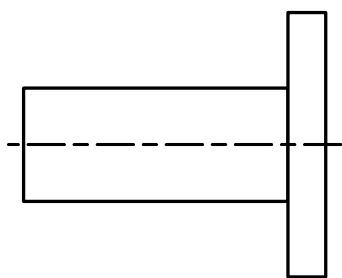

Рис.2
- а) приварить фланцы к прямолинейным отрезкам трубы, обеспечивая перпендикулярность прилегающей к расходомеру (уплотняющей) поверхности фланца оси привариваемого отрезка трубы (рис.2);